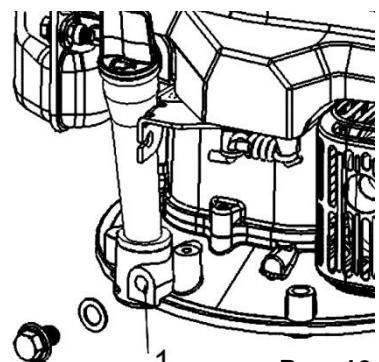

Рис. 10
- Очистите поверхность около сливной пробки (1)(См. Рис.10).
- Отверните сливную пробку (1)(См. Рис.10) и слейте масло.